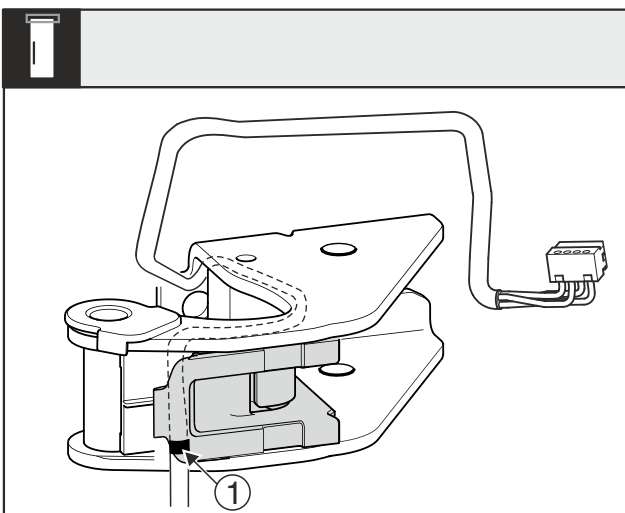

Fig. 28
- ▷ При цьому центральна мітка Fig. 28 (1) має знаходитись на краю тримача кабелю.